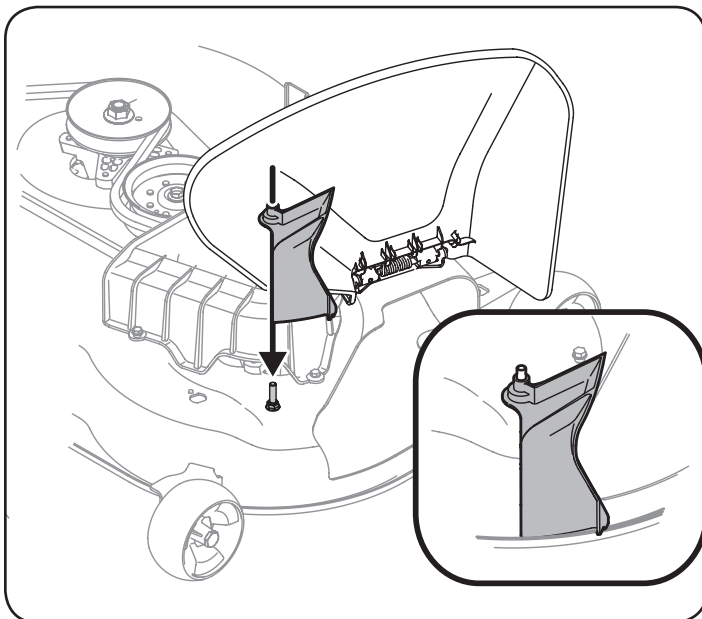

Figure 4
2. Sur les **plateaux de coupe estampés** de 54 po (1,37 m), placez l'adaptateur de décharge sur la goupille. Consultez la Figure 4.